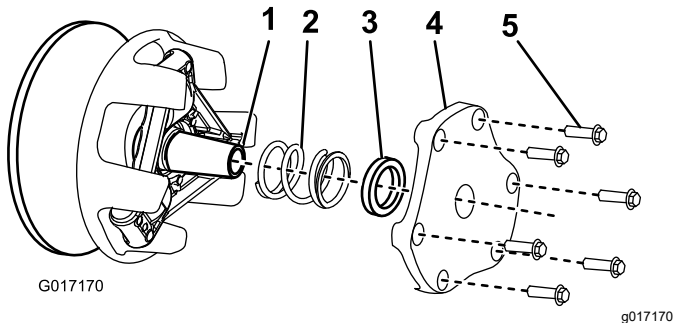

Bild 54
4. Legen Sie die Abdeckung, das Distanzstück und die Feder zur Seite (**Bild 54**).